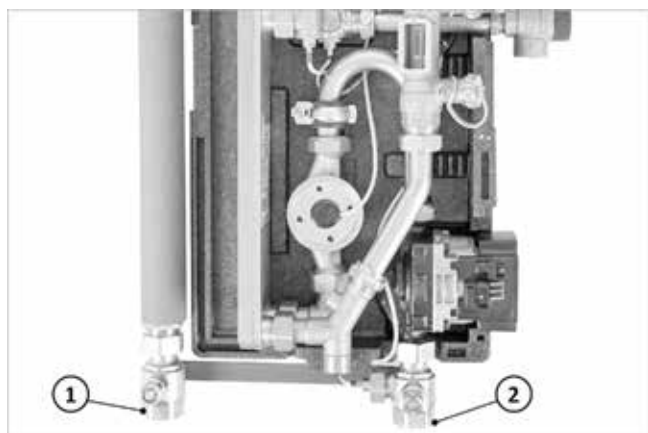

Fig. 9: Collegamento di SolvisBen con la stazione di trasmissione solare
5. Montare il raccordo a T (2) tra il tubo ondulado (3) al ritorno solare e al gruppo di collegamento MAG (1).
6. Collegare l'uscita libera del raccordo a T (2) con la valvola a sfera di ritorno ( → fig. 9, 2) della stazione di trasmissione solare.